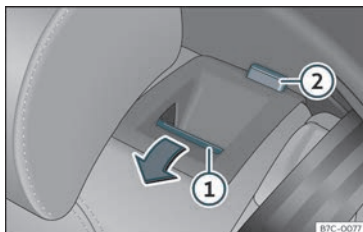

Fig. 107 Banco traseiro: rebater o encosto.
- Puxe o manípulo de desbloqueio »» Fig. 107 ① para a frente e, ao mesmo tempo, rebata o encosto. O encosto traseiro está desbloqueado quando se vê uma marca vermelha no botão ②.